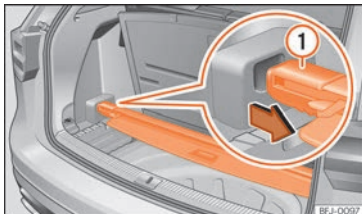

Abb. 125 Unter dem Gepäckraumboden: Gepäckraumabdeckung verstauen.
- Legen Sie die Gepäckraumabdeckung in die dafür vorgesehene Aufnahme »» **Abb. 125**.